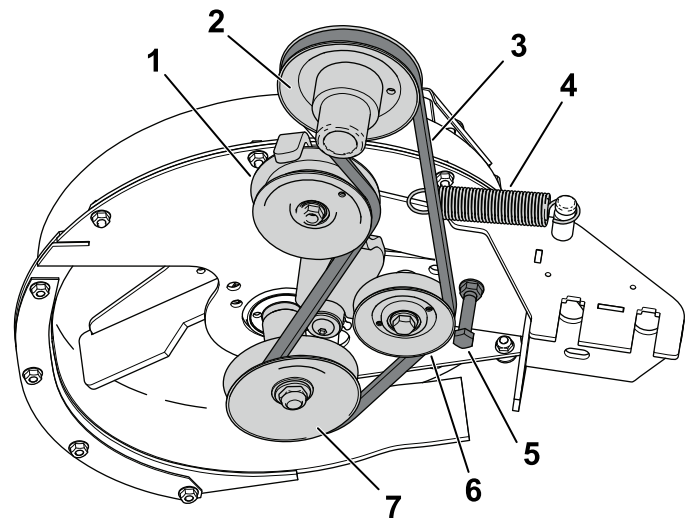

Figura 40
3. Desaperte ou remova o guia da correia (Figura 40).
4. Empurre a polia intermédia da mola para trás para aliviar a tensão da correia (Figura 40).
6. Instale a nova correia em redor da polia do soprador (Figura 40).
7. Aperte ou instale o guia da correia (Figura 40).